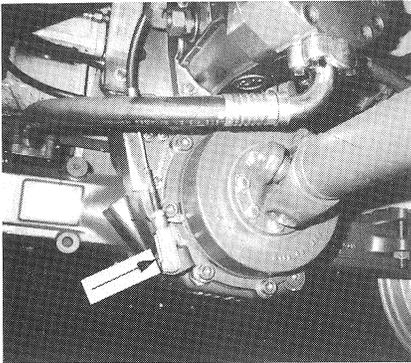

Bild 52
- Ist die Einstellung am Drehgriff wegen eines zu großen Einstellweges nicht möglich, muß zuvor eine Grobeinstellung am Gabelkopf des Vorsatzgetriebes durchgeführt werden (Bild 52/Pfeil).